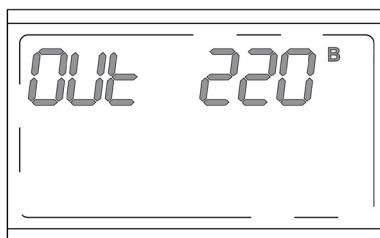

Рисунок 40. ЖК-дисплей в режиме настройки выходного напряжения
2. Дождаться щелчка (3 секунды после перевода автоматического выключателя «Байпас» в положение ON («1»)) и двойным быстрым нажатием кнопки  перевести ЖК-дисплей в режим настройки выходного напряжения (**рисунок 40**).